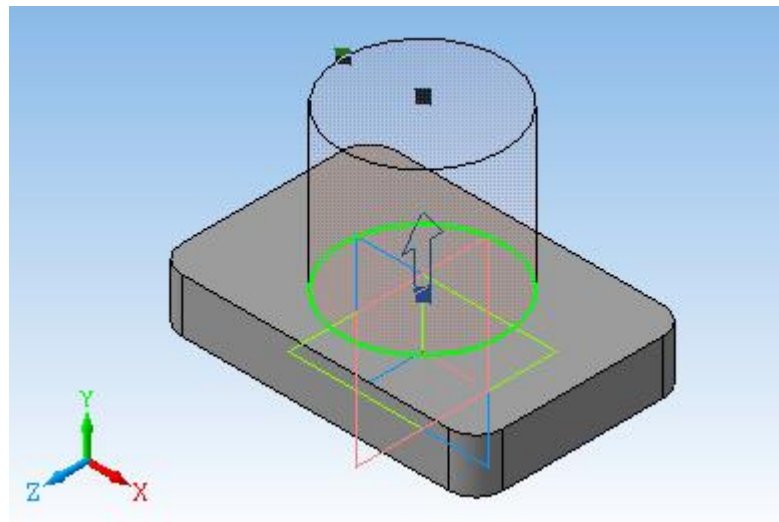

Рис. 8.6
7. В Інструментальній панелі вибрати  *Редагування деталі* -  *Операція видавлювання*. На Панелі властивостей задати відстань 70 (рис. 8.6). Зафіксувати команду, клацнувши по значку  *Створити об'єкт*.